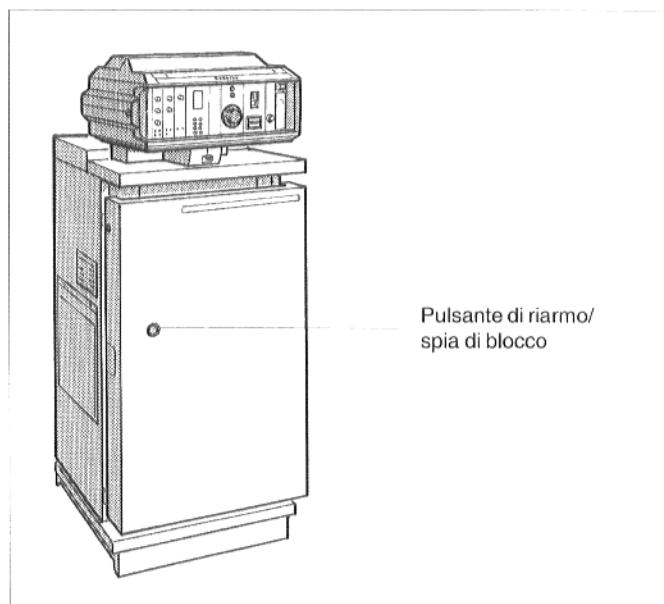

Fig. 3: GE 124 L Lownox Ecomatic; pulsante di riarmo/spia di blocco
- Se si accende la spia di blocco al pulsante di riarmo (Fig. 3), premere il pulsante di riarmo.